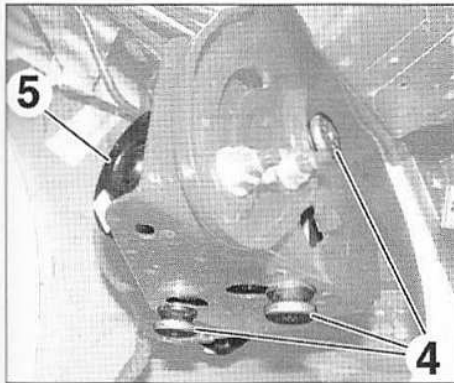

FIG.30
- Déposer (Fig.30) :
- les vis (4),
- le groupe électrohydraulique (5).